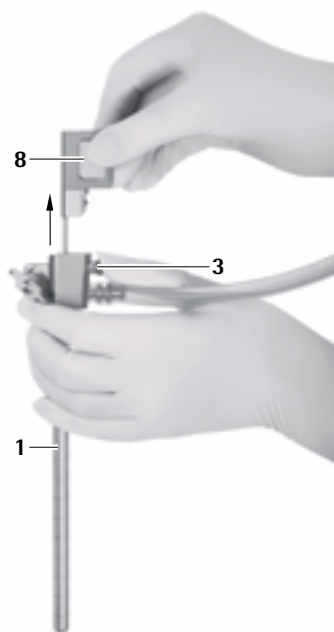

Fig. 10
- Premir o botão de desbloqueio 3 e puxar o obturador para canal óptico 8 com cuidado para fora do trocarte MINOP inVent 1, ver Fig. 10.